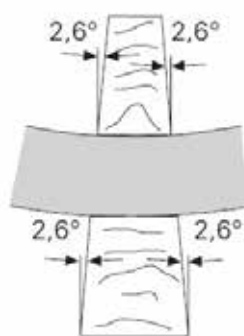

Рис. 63
- Во избежание отрицательного влияния на действие выпрямляющего замка типа BFD (20) элементы должны быть установлены под углом макс. 2,6° по отношению к средней точке. (Рис. 63)
- Ширина внутреннего доборного бруса (50) должна быть мин. 4 см.